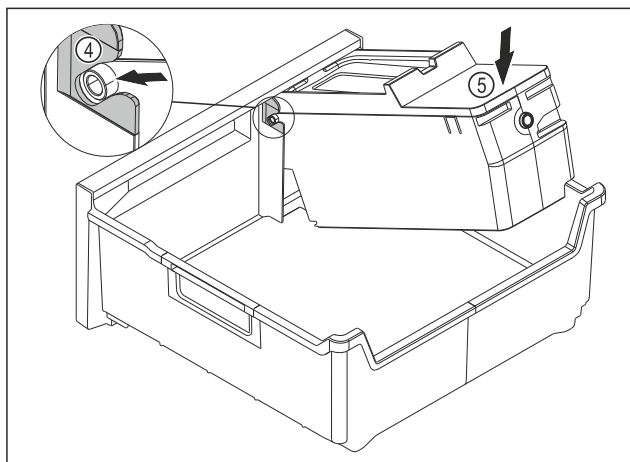

Fig. 175
- Uzstādiet EasyTwist-Ice korpusu: Iebīdiet EasyTwist-Ice korpusa asis vadotnēs Fig. 175 (4).
- Spiediet EasyTwist-Ice korpusu Fig. 175 (5) aizmugurē uz leju.